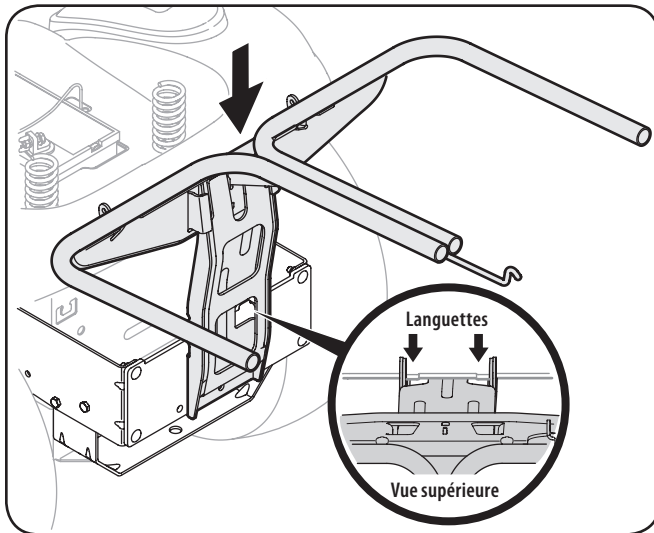

Figure 4-10
1. Installez l'assemblage des battants du dispositif d'ensachage sur l'assemblage de montage du tracteur en l'accrochant sur le plateau d'attelage entre les deux languettes. Consultez la figure 4-10.